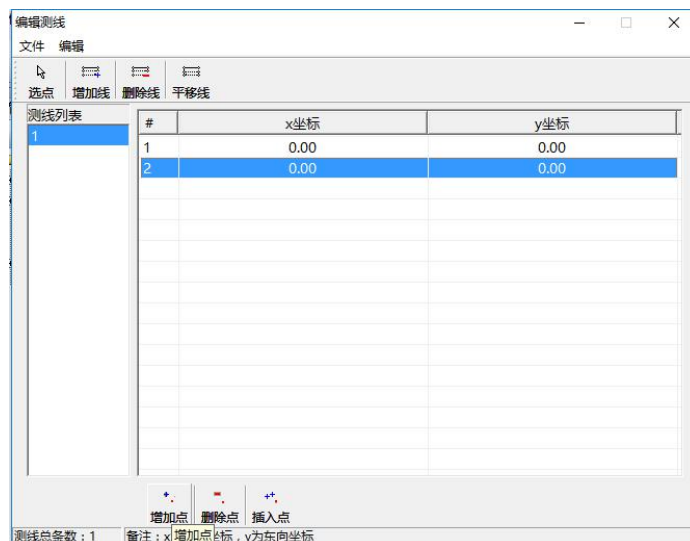

图 6.20 坐标输入编辑测线
a.坐标点输入法：在编辑测线对话框中，测线列表栏已有默认一条测线，默认测线名数字顺延，用户双击可进行更改，点击“增加点”按钮，会在对话框中出现如图 6.20 所示默认<0.00, 0.00>的坐标点。